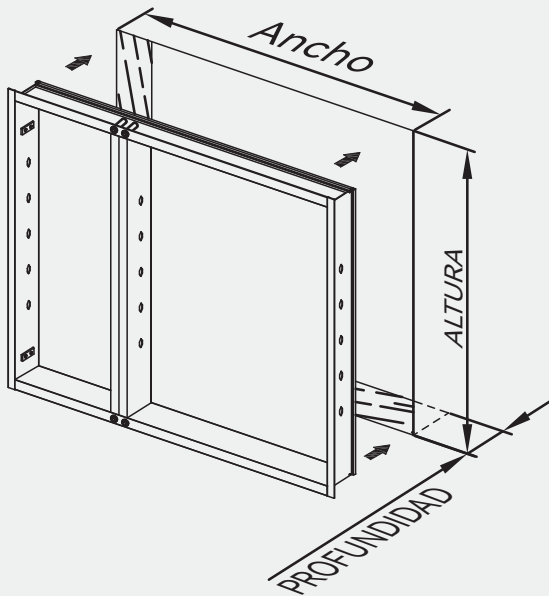

Fig 3
2. Asegúrese de que las bisagras estén en el lado correcto de la abertura para una operación con la mano izquierda o derecha. Coloque la caja del gabinete en la abertura bruta. Para instalaciones completamente empotradas, asegúrese de que el faldón del gabinete cubra la abertura bruta de manera uniforme alrededor (Fig 3). Para aplicaciones semiencastradas, los bordes del espejo deben estar alineados con la superficie de la pared (Fig 4). Use calces según sea necesario.